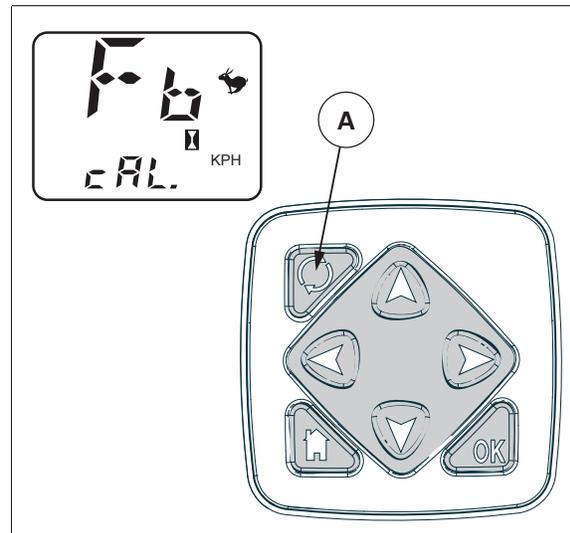

Fig. 12.
2. Arranque el tractor y pulse y mantenga pulsado el selector de visualización (A) durante 15 segundos.
3. "CAL" debe aparecer en la pantalla fig. 12.
5. Pulse el conmutador selector de visualización (A) cuando se cruce la línea final del recorrido 100 m.